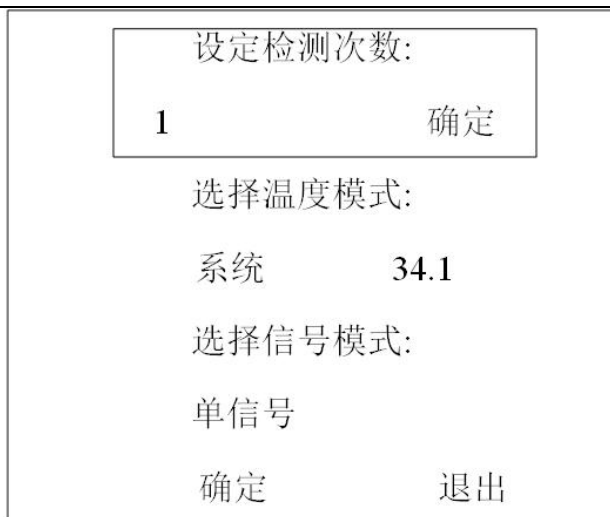

图 4
5、使用配备的连接气管与过渡接头将密度继电器测试仪与仪器面板上的测量口相连接（如图 4 所示），使用配备的放气管与仪器面板上的放气口相连接，另一端与专用回收器皿连接。
进入“选择触点模式”菜单后用飞梭可以选择密度继电器测试仪的触点模式，有“常开”和“常闭”两个选项。注意：触点模式是指密度继电器测试仪非带载的状态。设置完成后旋转飞梭到最下面的“确定”选项，按“飞梭确定键”进入下一级菜单，如图 4 所示。